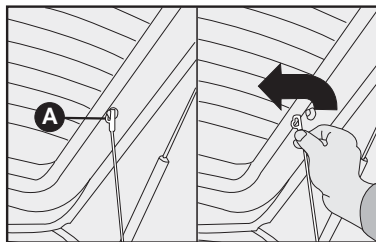

fig. 100
1) Soltar as extremidades superiores **A-fig. 100** dos dois tirantes, desprendendo as argolas dos pinos.